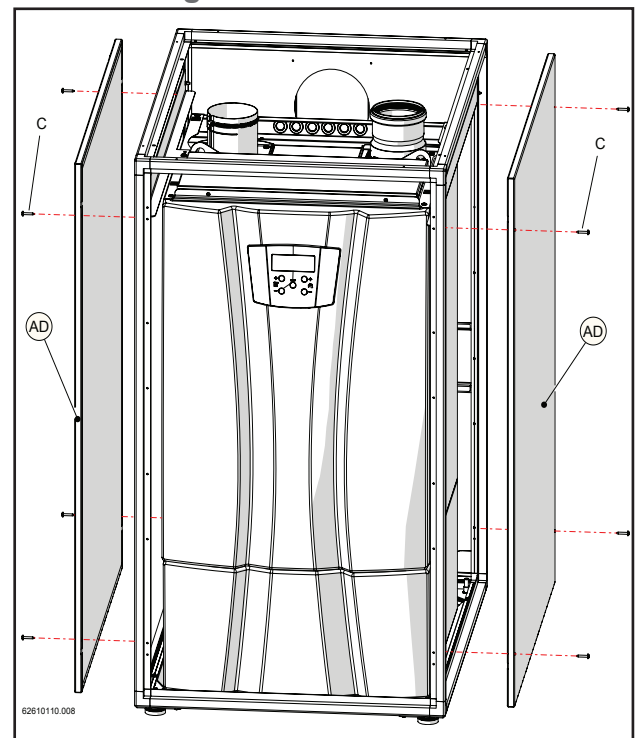

Figure 15-22
- 12.- Fixer les couvertures latéraux (AD) a la structure avec les vis "C" (fig. 15-22).